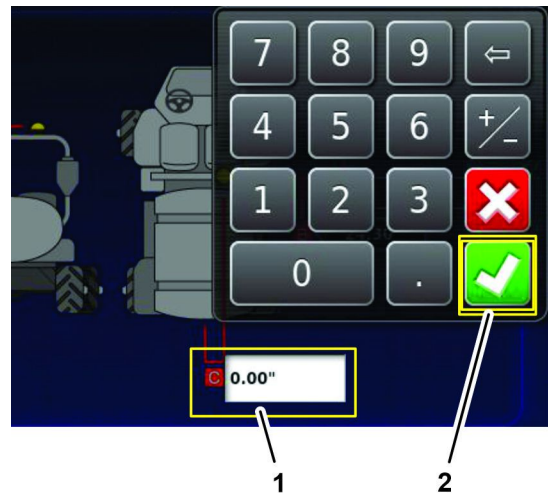

Bild 191
1. Symbol Hinterachse und Mitten-Symbol des Satellitenempfängers (B)
3. Tippen Sie auf das Symbol Mittellinie der Maschine und Mitte des Satellitenempfängers (C), geben Sie über die Bildschirmtastatur die Messwerte ein, die Sie im Formular der Fahrzeuggeometrie von Messung der Fahrzeuggeometrie \(Seite 87\) aufgenommen haben, und tippen Sie auf das Bestätigen-Symbol (Bild 191).